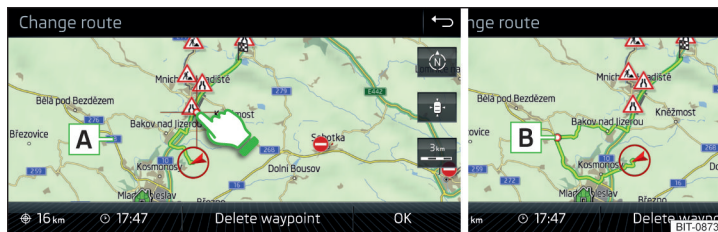

Fig. 243 **Modification de l'itinéraire sur la carte / point de passage de l'itinéraire**
- ▶ Touchez l'écran au niveau de l'itinéraire et déplacez le curseur à l'emplacement souhaité sur la carte, par ex. A » fig. 243.
Le point de passage B est inséré dans l'itinéraire » fig. 243.